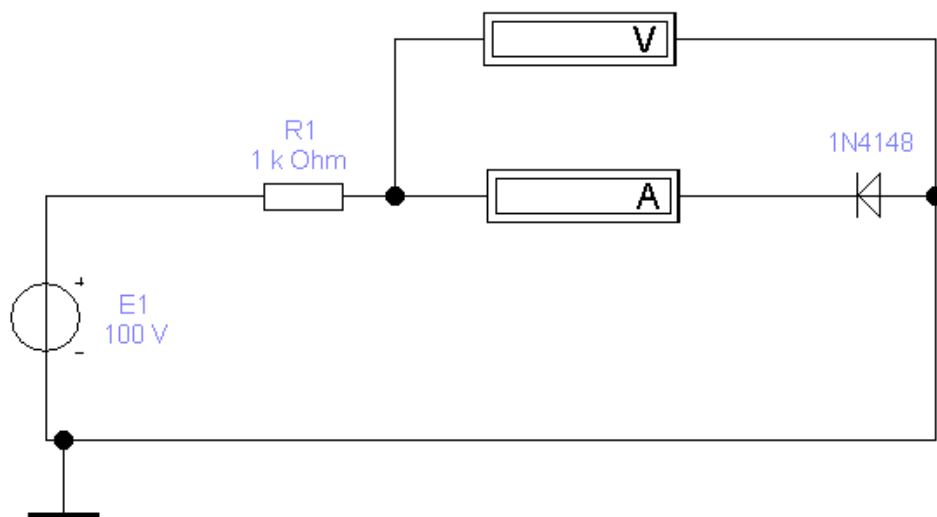

Рисунок 2.2 – Схема дослідження зворотної гілки ВАХ діода
6. Зібрати схему, що наведено на рис. 2.2.